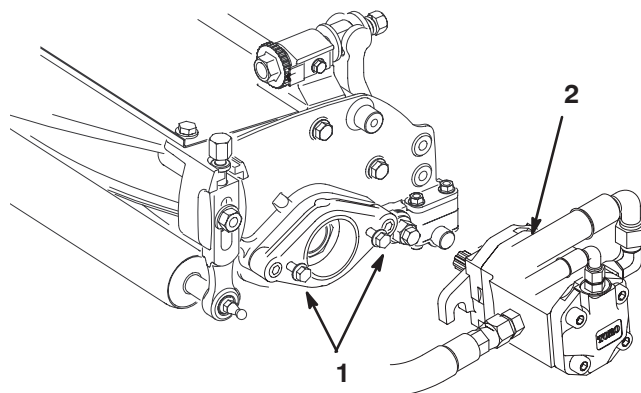

Figure 19
10. Installez les vis de fixation du moteur d'entraînement des cylindres sur chaque plateau de coupe. Laissez dépasser environ 13 mm du filetage des vis de fixation (Fig. 19).
12. Lubrifiez l'arbre cannelé de chaque moteur avec de la graisse propre, puis montez le moteur en le tournant dans le sens horaire de sorte que ses brides évitent les goujons. Tournez le moteur dans le sens anti-horaire jusqu'à ce que les brides encerclent les goujons, puis serrez les vis de fixation (Fig. 19).